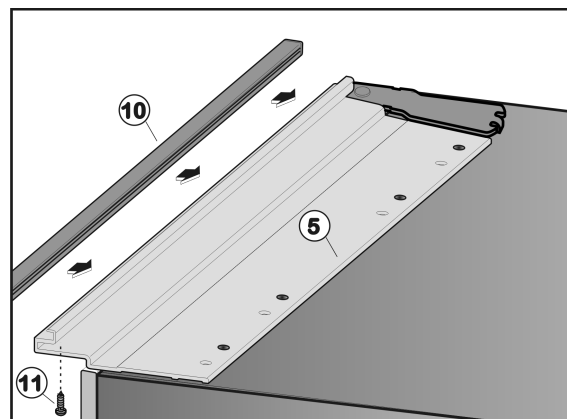

Fig. 34
- Coloque la regleta terminal Fig. 34 (10) sobre el perfil de montaje Fig. 34 (5) y alinéela de tal forma que los agujeros de la regleta terminal y del perfil de montaje se encuentren superpuestos.
- Atornille la regleta terminal Fig. 34 (10) desde abajo con los tres tornillos Fig. 34 (11) en el perfil de montaje Fig. 34 (5).